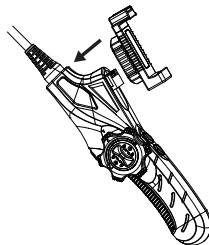

Рис.3
- 1) Совместите держатель мобильного телефона с разъемом на рукоятке в направлении стрелки на рис. 3.